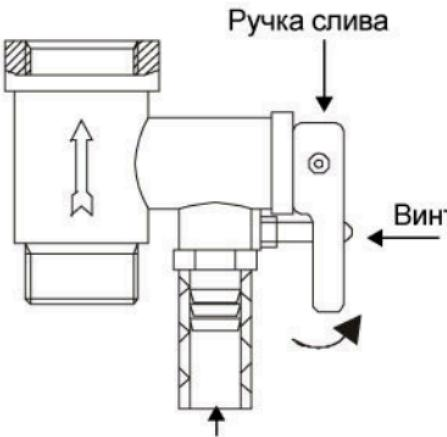

Рис.10
9. Чтобы правильно слить воду из внутреннего бака, надо воспользоваться сливным отверстием (только для серии RS2) (надо открутить заглушку, закрывающую сливное отверстие), также воду можно слить через обратный предохранительный клапан (открутить сливной винт обратного предохранительного клапана и перевести ручку слива в верхнее положение, при этом кран выхода горячей воды должен быть открыт, а кран подачи холодной воды в водонагреватель должен быть перекрыт) (смотри Рис. 10). Никогда не сливайте воду, если ее температура выше 50°C, т.к. это может привести к ожогам.